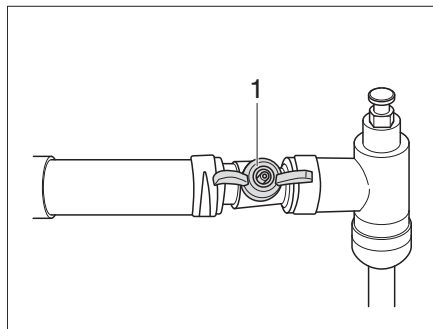

Fig. 247 Robinet d'arrêt Alde, ouvert
- Placer le robinet d'arrêt (Fig. 247,1) en travers par rapport à la conduite.
- Placer le robinet d'arrêt (Fig. 247,1) parallèle à la conduite.